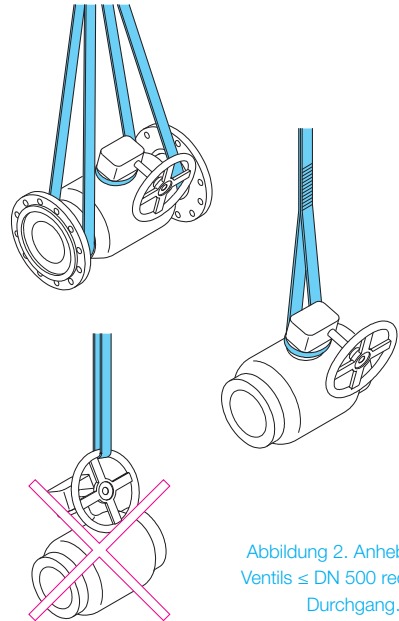

Abbildung 2. Anheben des Ventils ≤ DN 500 reduzierter Durchgang.
Verwenden Sie Hebezeug zum Anheben der größeren Ventile. Das Anheben des Ventils am Stellartrieb oder Schaft ist untersagt (siehe Abb. 2 und 3).
- Verwenden Sie eine der in Abb. 2 dargestellten zulässigen Hubverfahren.